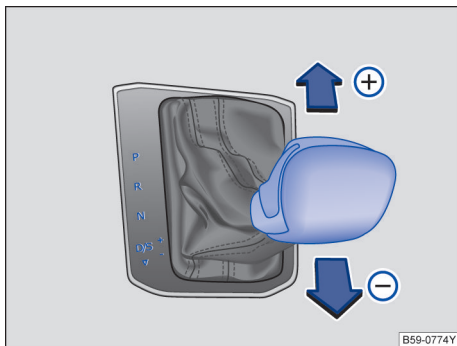

图 126 换挡杆在 Tiptronic 手动电控换挡程序位置上
- 向前 或向后 短促按压换挡杆，即可换高档或降挡 → 图 126。